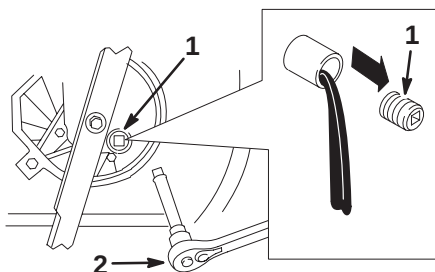

Bild 21
5. Entfernen Sie die Verschlusschraube und stellen den Rasenmäher wieder in seine Betriebsstellung. Lassen Sie dann das Öl in das Auffanggefäß ablaufen (Bild 21).